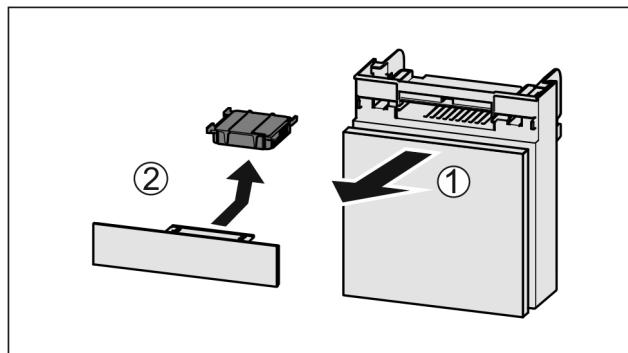

Fig. 55
- Вытянуть Fig. 55 (1) отделение движением вперед.
- Извлечение Fig. 55 (2) фильтра с активированным углем.